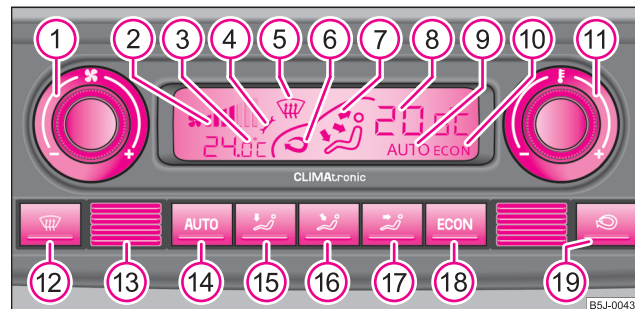

Abb. 96 Climatronic: Bedienungselemente
- Drücken Sie die Taste **AUTO** ⇒ Seite 107, Abb. 96.
Drücken und halten Sie die Tasten **ECON** und **AUTO** ⇒ Seite 107, Abb. 96. Im Display erscheinen die Angaben in der gewünschten Temperatur-Maßeinheit. ▶
- Drücken Sie die Taste **OFF** → Seite 107, Abb. 96. ▶
- Drehen Sie mit dem Drehregler **1** ⇒ Seite 107, Abb. 96 nach links (Gebläsedrehzahl verringern) bzw. rechts (Gebläsedrehzahl erhöhen).